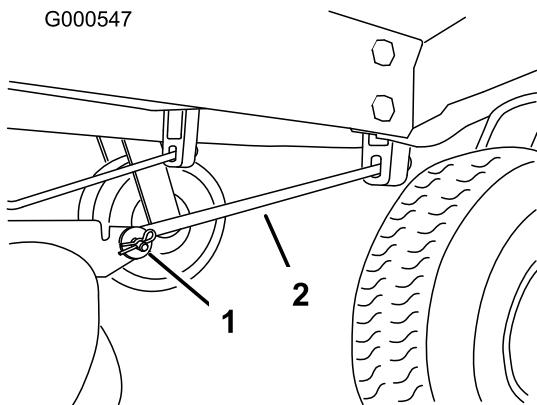

Bild 56
Hinweis: Stellen Sie nach dem Einstellen der Einstellmuttern sichern, dass die Stützstangen kein Spiel aufweisen (Bild 56). Ziehen Sie die Stangen fest, wenn ein Spiel vorhanden ist (Bild 55).
4. Nehmen Sie an jeder Seite des Mähwerks den Splint und den Lastösenbolzen aus der vorderen Stützstange (Bild 56).
8. Befestigen Sie die vorderen Stützstangen mit den Lastösenbolzen und Splints an der Maschine (Bild 56).